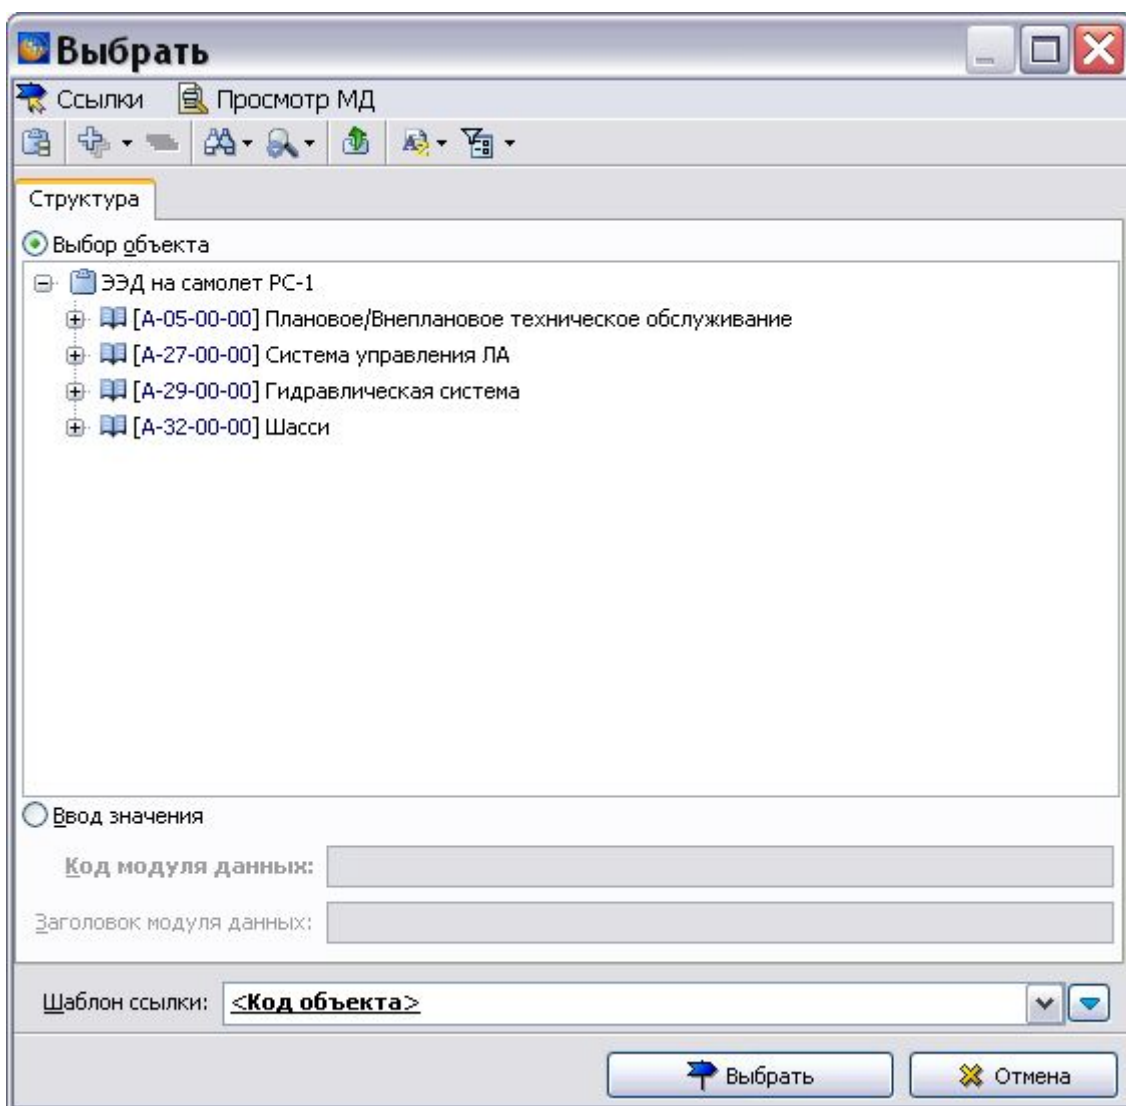

Рис. 8.156
2. Нажмите на кнопку **Заменить**. После этого откроется окно **Выбрать** со структурой проекта (Рис. 8.156).